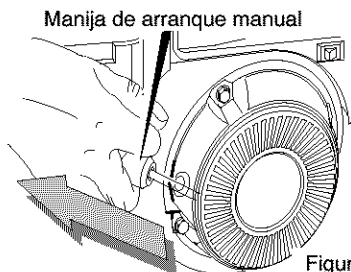

Figura 81
6. **(ARRANQUE MANUAL)** Jale la manivela del arranque con un movimiento seguro y rápido (vea la Figura 81). No deje que la inercia del encendido jale la cuerda del arranque con violencia. Permita que vuelva a enrollarse suavemente mientras sostiene la manivela.